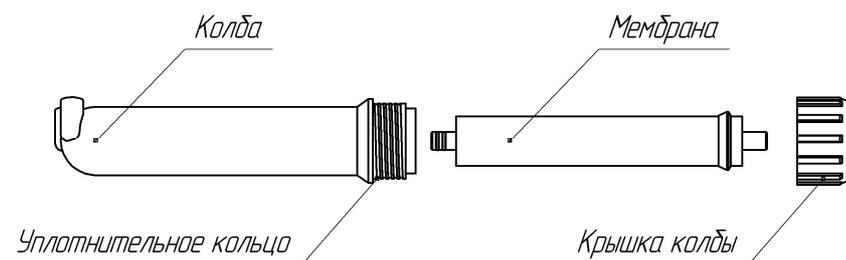

Рисунок 2 – Установка обратноосмотической мембраны
7.6.5. Установить обратноосмотические мембраны в корпуса (см. рисунок 2). Закрутить крышки корпуса 14 и присоединить трубки 13, 29 обратно.